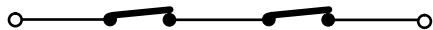

Fig. 32
**N.B. Als twee of meer veiligheidsvoorzieningen dezelfde functie hebben (opening, sluiting, opening en sluiting, veiligheidslijst), moeten de contacten onderling in serie worden geschakeld (fig. 32). Er moeten rustcontacten worden gebruikt.**
Om meerdere veiligheidsvoorzieningen te installeren moeten de rustcontacten in serie worden aangesloten (fig. 32).
Om meerdere veiligheidsvoorzieningen te installeren, moeten de rustcontacten in serie worden aangesloten (fig. 32).